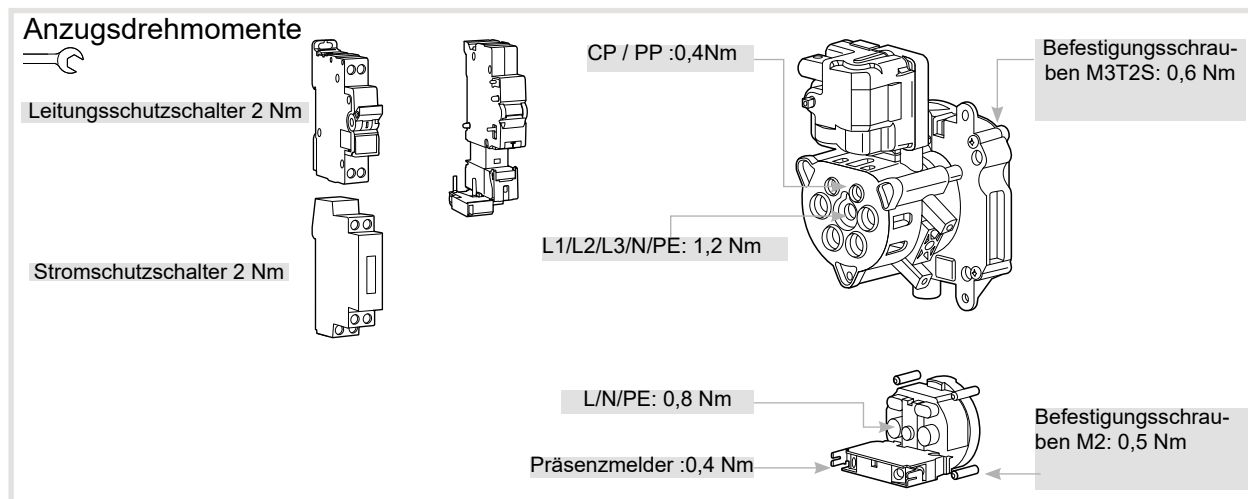

Bild 37: Anschlussklemmen prüfen
- ▶ Anschlussklemmen der Ladesteckdosen prüfen und ggf. nachziehen (Bild 37).